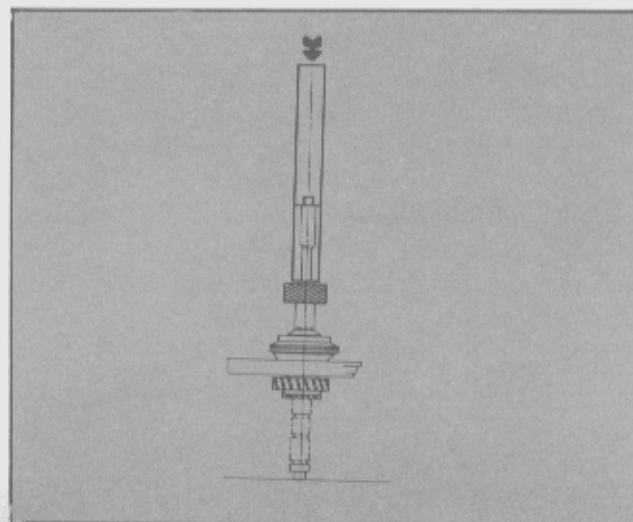

Fig. 30 - Colocación del engranaje sinfín del velocímetro.
- Colocar el engranaje sinfín del velocímetro. Para ello utilizar la herramienta especial T82G-7065-BAS y con una prensa instalar el engranaje hasta ver que el extremo del eje principal coincida con la línea inferior del visor cuadrado grabada en la herramienta (Fig. 30).